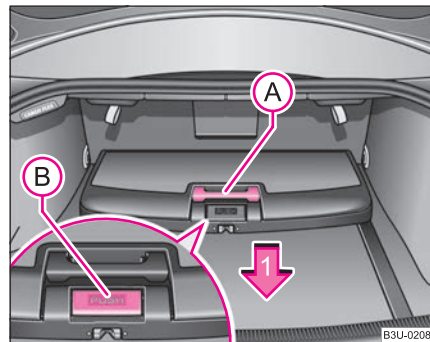
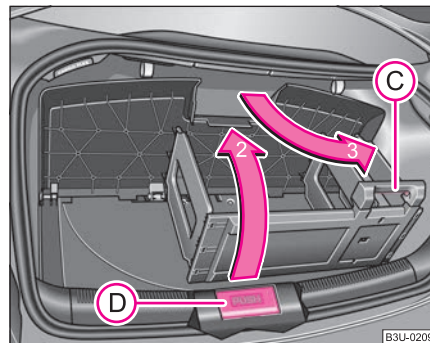

Fig. 81 Portbagajul: Cutia pliantă
Fig. 82 Desfacerea cutiei
- Apăsați tasta „PUSH” (B) ⇒ fig. 81.
- Apucați mânerul (A) și împingeți cutia în sensul săgeții 1, până în poziția de siguranță. Sub tasta de utilizare, încuietura trebuie să se fixeze cu zgomot. Dacă fixarea a fost efectuată corect, tasta „PUSH” (B) revine înapoi la poziția inițială.
- Rabatați capacul în sensul indicat de săgeata 2 ⇒ fig. 82.
- Apăsați partea inferioară a mânerului (C) și rabatați rafturile în sensul indicat de săgeata 3. Peretele raftului trebuie să se fixeze cu zgomot în fanta din partea inferioară a cutiei.
- Apăsați tasta „PUSH” (D) ⇒ fig. 82 și împingeți cutia pliantă cu atenție în poziția mediană. Dacă fixarea a fost efectuată corect, tasta „PUSH” (D) revine înapoi la poziția inițială. Spațiul devenit liber poate fi folosit pentru depozitarea altor bagaje.